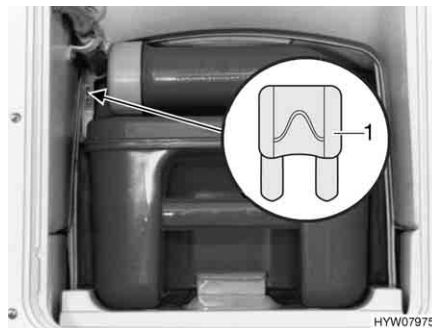

Bild 123 Sicherung der Thetford-Toilette
- Die Sicherung (Bild 123,1) wechseln.